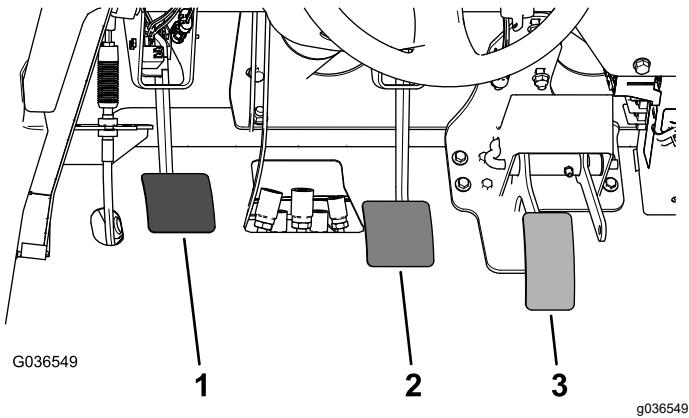

**Figura 58**
1. Retire el pasador de horquilla y la chaveta que fijan la horquilla del cilindro maestro al pivote del pedal de freno (Figura 58).